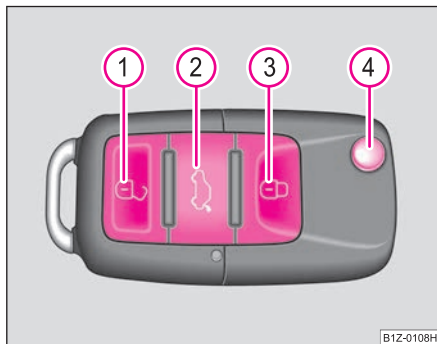

Fig. 33 Cheie cu semnal
- Apăsați tasta ② cca. 2 sec. ⇒ fig. 33. Informații suplimentare ⇒ pagina 49.